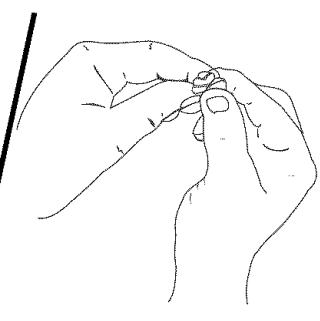

Fig. 18
5. Apriete el filtro para espaciar y retirar el exceso de aceite (Fig. 18).